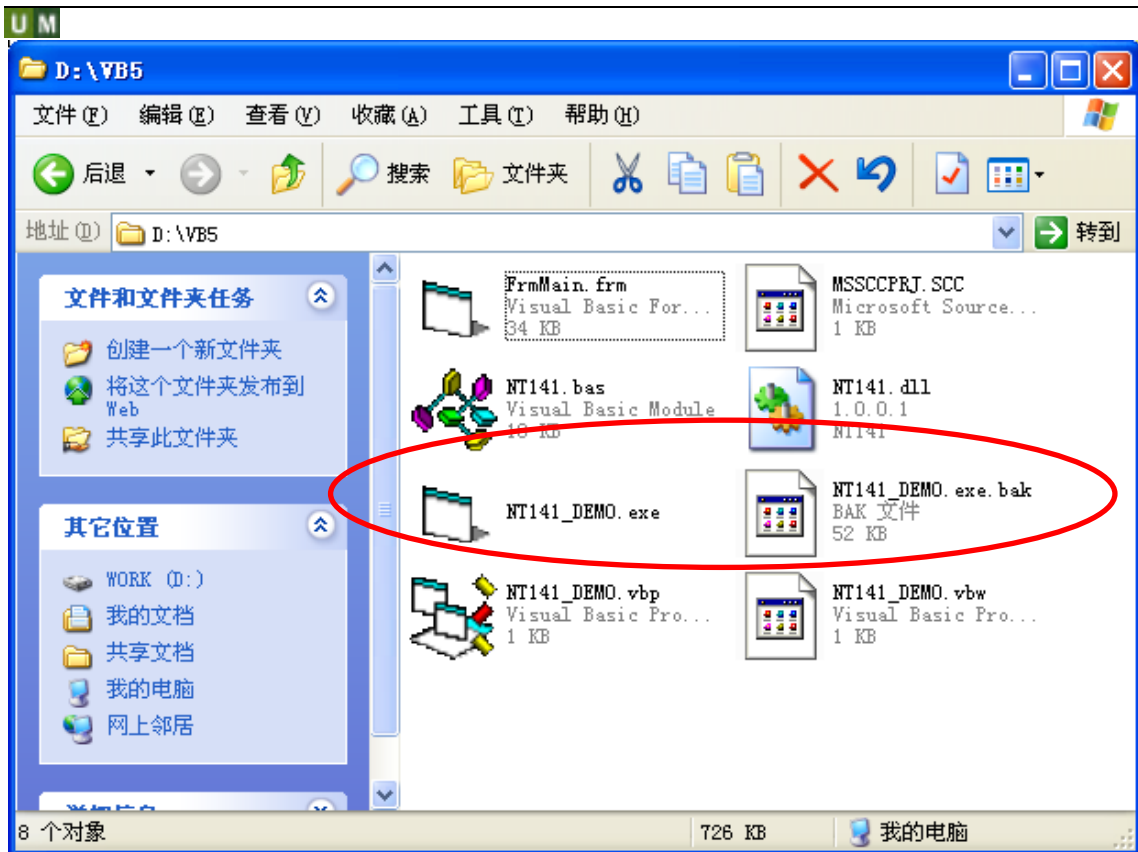

图 7.24 DLL 外壳加密结果
10. 最后单击“开始加密”按钮，即可对选中的EXE文件进行加密，结果参考如图7.24所示。其中，NT141_DEMO.exe文件是加密后的文件；NT141_DEMO.exe.bak为没加密的EXE文件的备份。